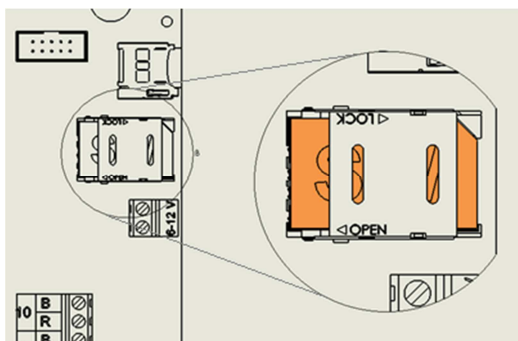

Рисунок 16 Правильно установленная SIM-карта
7. При скольжении крышки корпуса SIM-карты в сторону, указанную стрелкой, помеченной LOCK (рис. 16), поддерживайте крышку снизу.